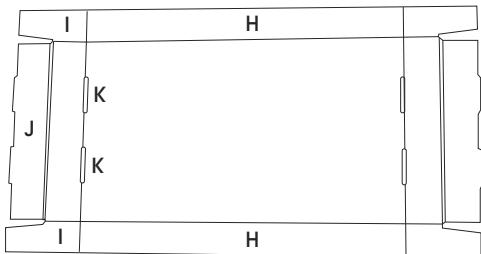

Figure 8
1. Pliez les côtés du couvercle (H) le long de chaque rainure. (Voir Figure 8 et 9)